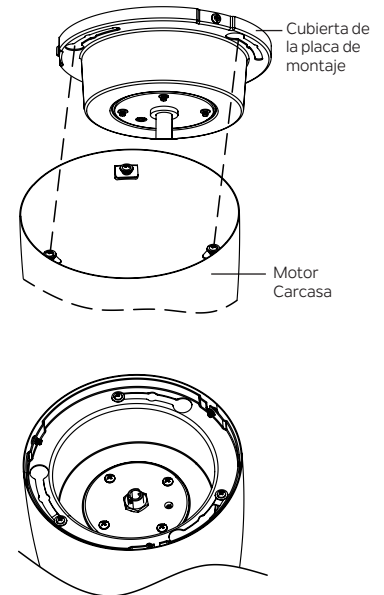

Figura 12b
Paso 2. Gire la carcasa del motor a la derecha hasta que los tres tornillos encajen en el extremo de los orificios rasgados. (Figura 12b)